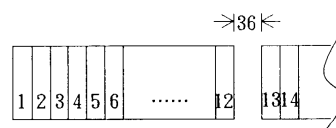

図1
- ① 横並べする時は 12 点ユニット毎に 1 点分の空間をあけて下さい。(図1参照)